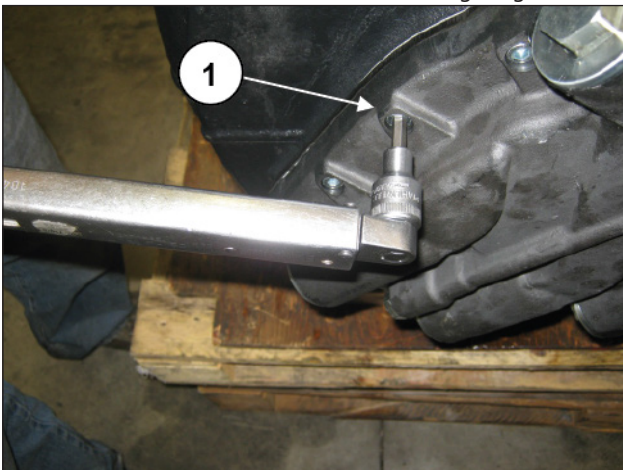

Abb. 128
Schrauben Sie den Ölpumpenkörper mit den Schrauben M8 fest (Pos. ①, Abb. 128) und eichen Sie die Schrauben mit einem Drehmomentschlüssel, wie in Absatz 3 gezeigt.